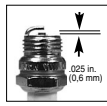

Fig. 8
- Tändstiftets elektrodavstånd = 0,025" (0,6 mm) (fig. 8).